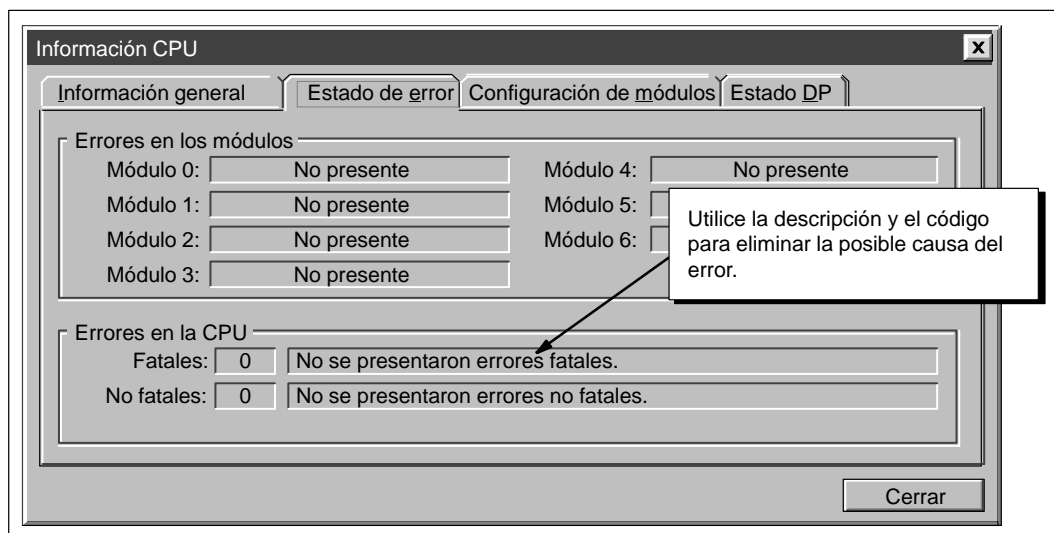

Figura 6-16 Cuadro de diálogo "Información CPU": ficha "Estado de error"
Las CPUs S7-200 clasifican los errores en errores fatales y no fatales. STEP 7-Micro/WIN permite visualizar los códigos generados por los errores. La figura 6-16 muestra un cuadro de diálogo donde se visualizan el código y la descripción del error. El Anexo C incluye una lista completa de los códigos de error.
Los errores no fatales pueden mermar parcialmente el funcionamiento de la CPU, pero no le impiden ejecutar el programa o actualizar las entradas y salidas. Como muestra la figura 6-16, STEP 7-Micro/WIN permite visualizar los códigos generados por los errores no fatales. Hay tres categorías básicas de errores no fatales:
- Errores de programación durante el tiempo de ejecución. El usuario (o el programa) pueden crear condiciones de error mientras se ejecuta el programa. Por ejemplo, un puntero de direccionamiento indirecto que era válido cuando se compiló el programa se puede haber modificado durante la ejecución del programa, señalando entonces una dirección fuera de área. Esto es considerado un error de programación durante el tiempo de ejecución. Para determinar el tipo de error que se ha presentado, utilice el cuadro de diálogo que muestra la figura 6-16.